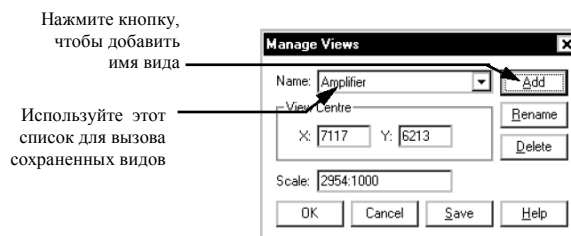

Рис. 26. Окно управления видами изображения.
10. В открывшемся диалоговом окне нажмем кнопку Add (рис. 26).